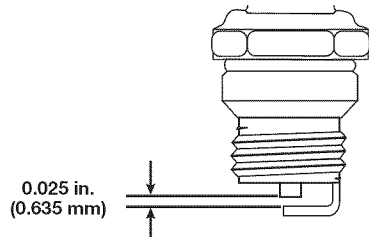

Fig. 18
3. Cambie las bujías que estén rajadas, sucias o deterioradas. Fije la separación de aire a **0,635 mm (0,025 pulgadas)** utilizando un calibre (Fig. 18).